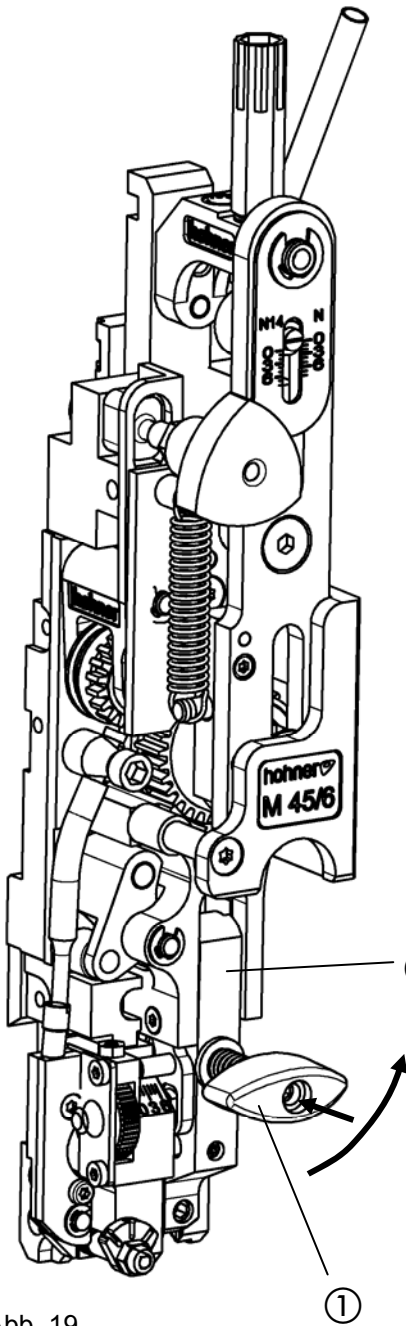
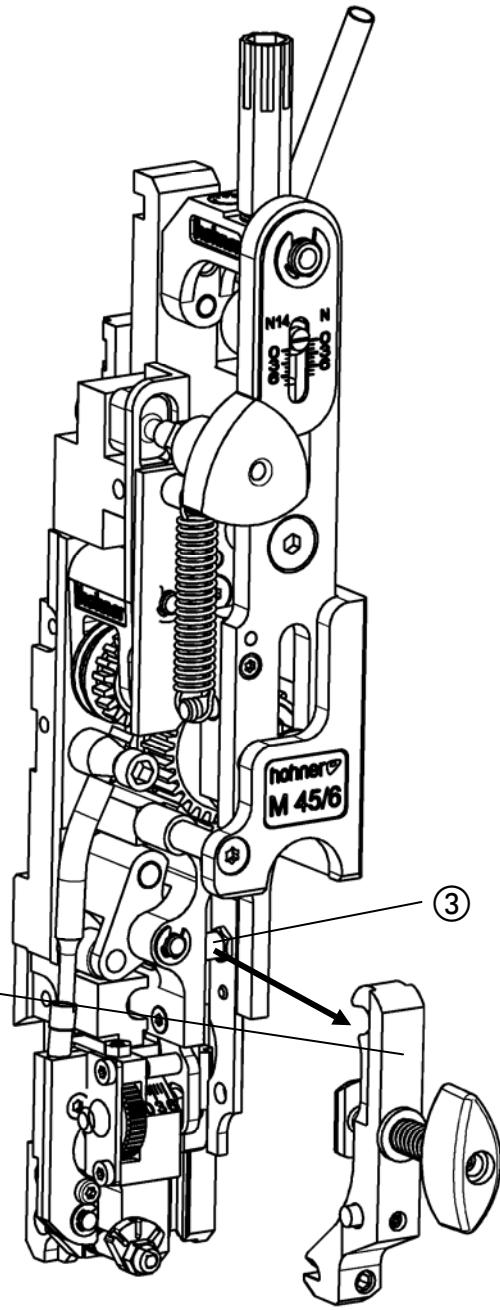

Abb. 19
Abb. 20
- Abb. 19, Abb. 20 -
- Spanngriff ① leicht eindrücken und um 90° drehen. Former ② nach vorne herausnehmen.